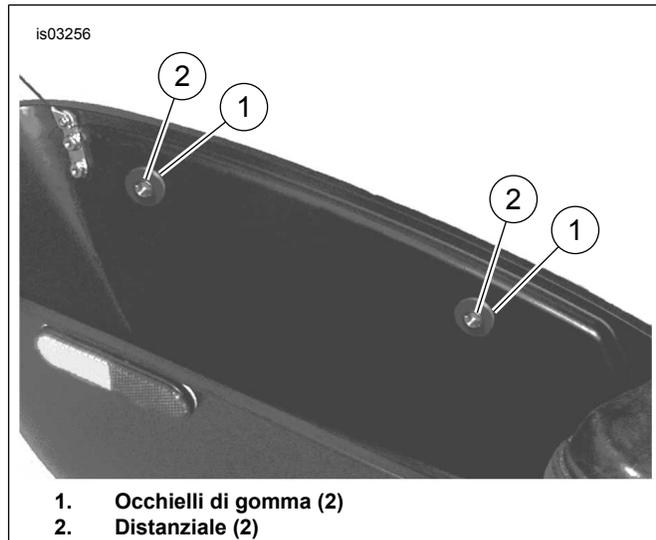
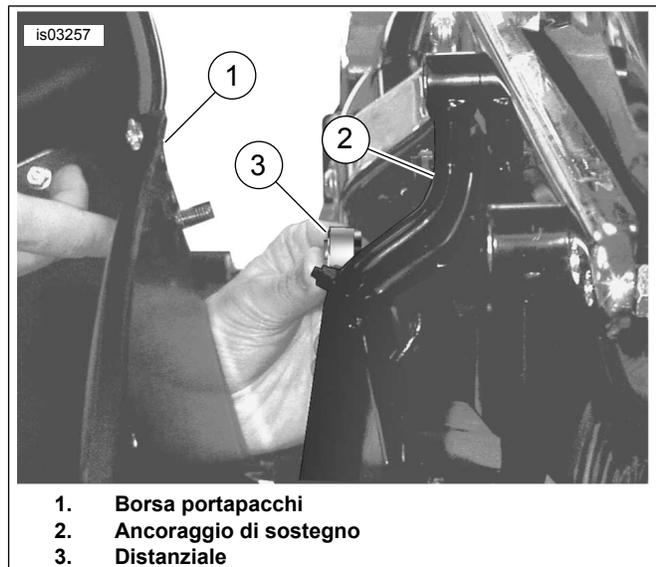

Figura 13. Installazione di occhielli e distanziali
Figura 14. Installazione del distanziale
1. Vedere Figura 13. Installare gli occhielli di gomma (1) nei fori all'interno della borsa portapacchi.
2. Inserire un distanziale (2) all'interno di ciascuno degli occhielli.
3. Vedere Figura 14. Tenere ferma la borsa portapacchi (1) sull'ancoraggio (2) e individuare il distanziale (3) tra borsa portapacchi e ancoraggio.